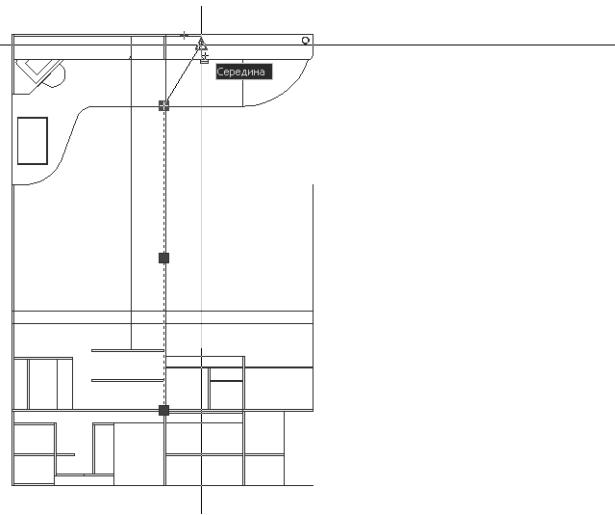

Рис. 8.20 ▼ Копирование вертикальных линий к серединам контуров верхних полок
14. Используя копирование с помощью маркеров выделения, скопируйте вертикальную линию, обозначающую контур боковой стенки парты, к серединам левой и правой вертикальных линий, обозначающих на виде сверху контуры верхних полок (рис. 8.20).